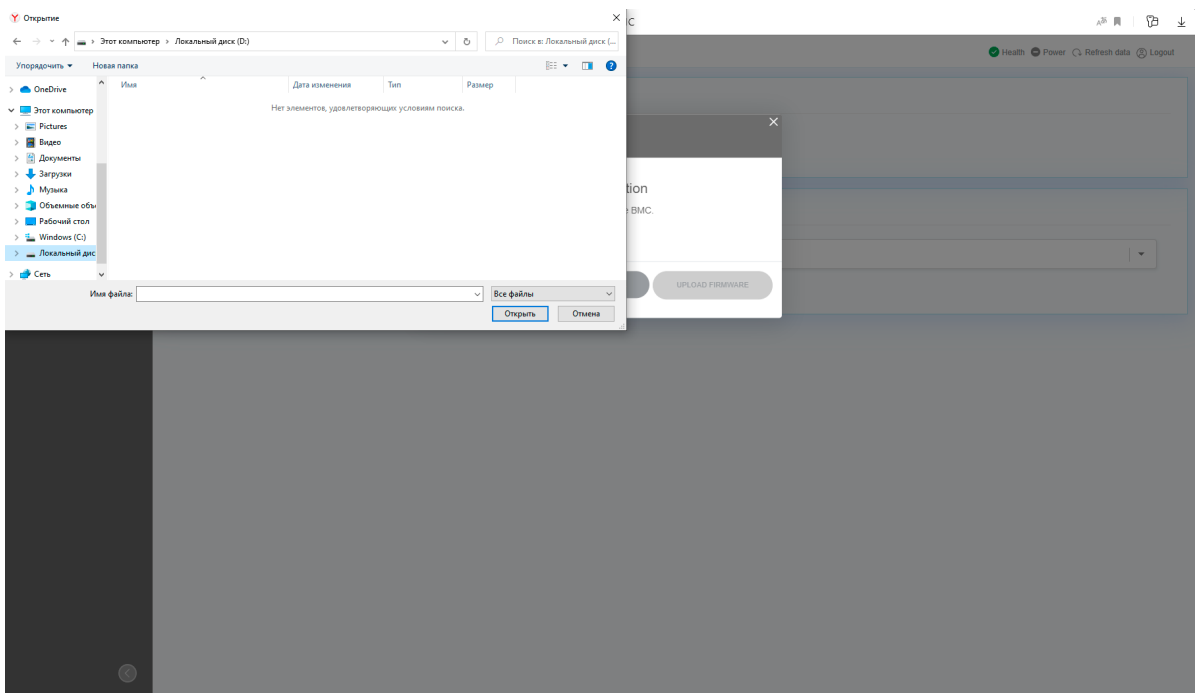

Рис. 77. Выбор директории с новой версией BMC
4) В нужной вам директории выберите файл с новой версией обновления BMC. Окно показано на рис. 77 Выбор директории с новой версией BMC